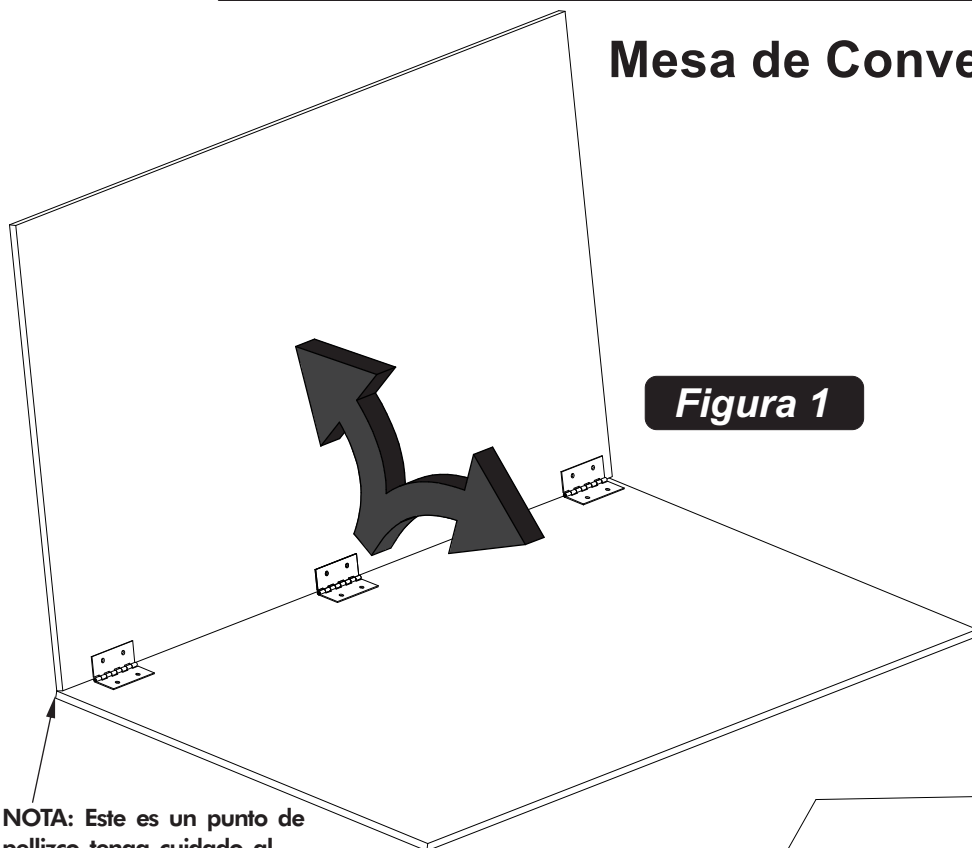

Figura 1
1. Remueva una mitad de la mesa ensamblada de la caja y coloquela boca abajo sobre una superficie plana y lisa. NOTA: Tenga cuidado de no dañar la superficie de la mesa. Le recomendamos que la coloque sobre una alfombra o una superficie acolchonada similar. Ver Figura 1.